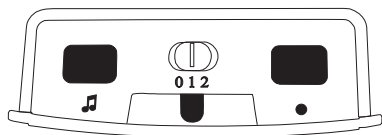

Figure 6 : Face supérieure « signolux »
À l'aide de l'interrupteur coulissant de sélection du signal (fig. 6 « 0 1 2 »), vous pouvez choisir le type de signalisation.
- d) Appuyez sur le bouton de sélection de la mélodie  (fig. 6) jusqu'à ce que vous ayez trouvé la séquence de sons que vous souhaitez (15 séquences de sons au choix).
- Appuyez longuement sur la touche (fig. 6). Les symboles s'allument les uns après les autres. Relâchez la touche dès que le symbole souhaité s'allume.
- Poussez ensuite simultanément sur la touche ● et le bouton de sélection de la mélodie 🎵 (fig. 6), jusqu'à ce que tous les symboles s'allument brièvement ensemble.